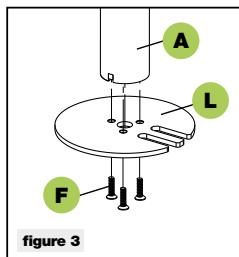

figure 3
1. Install the grommet base plate (l) to the pole (a) using 3pcs 5x14 bolts (f) and tighten using the Allen key (n), see figure 3
1. Die Scheibe (l) mit den 3 Schrauben 5x14 (f) am Rohr (a) befestigen und mit dem Inbusschlüssel (n) festziehen, wie in Abbildung 3 gezeigt.
1. Monter la plaque (l) sur le tube (a) en utilisant 3 vis 5x14 (f) puis les serrer à l'aide de la clé Allen (n), conformément à la figure 3.
1. Instalar la placa (l) en el tubo (a) usando 3 tornillos 5x14 (f) y apretarlos con la llave Allen (n), como en la ilustración 3.
1. Zamontować płytkę (l) na rurze (a) za pomocą 3 śrub 5x14 (f) i dokręcić je kluczem imbusowym (n), jak na rys. 3.